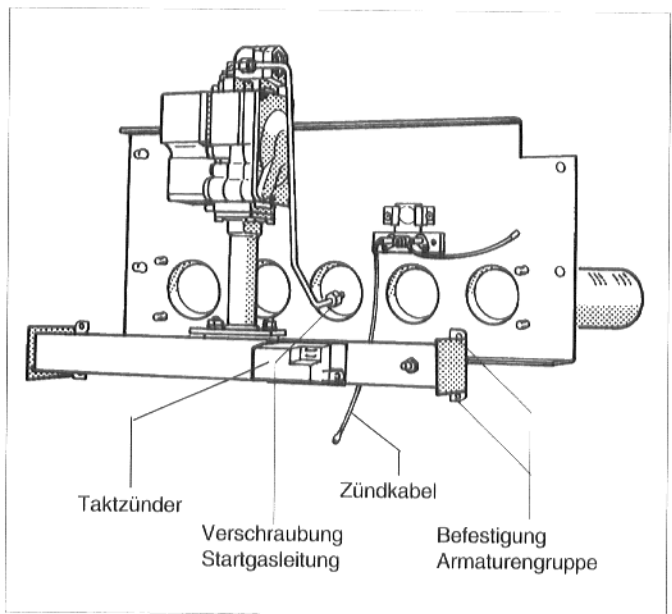

Abb. 23: Armaturengruppe
- Steckverbindung des Zündkabels am Taktzünder lösen (Abb. 23).
- Startgasleitung am Startbrenner lösen (Abb. 23).
- Die vier Befestigungsmuttern der Armaturengruppe am Brennerschild lösen und Armaturengruppe vom Brennerschild trennen (Abb. 23).